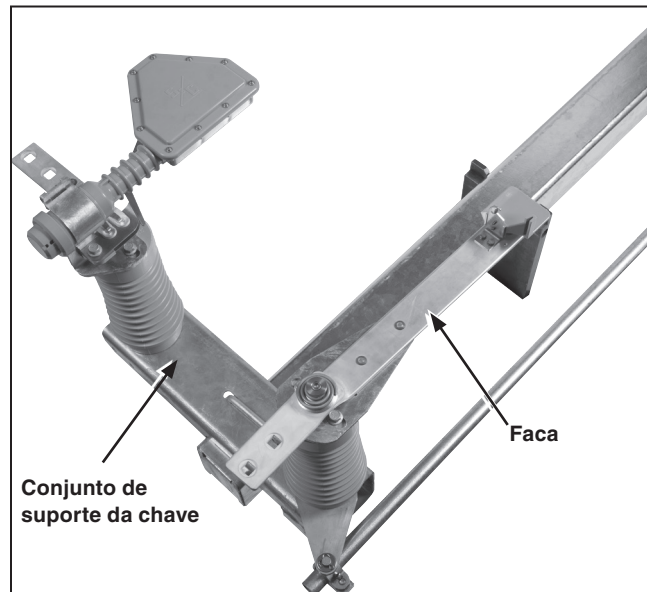

Figura 31. Faca a 90 graus em relação ao conjunto de suporte da chave.
- Com a alavanca de operação acionada até o final na direção de abertura, as facas ficam a 90° em relação à posição **Fechada** (perpendicular ao conjunto de suporte da chave). Ver Figura 31.
Verifique a chave para assegurar que todas as três unidades-polo estão abertas e suas molas estão aproximadamente 90 graus da posição **Fechada** (perpendicular à estrutura de suporte da chave). Ver Figura 31 na página 30.